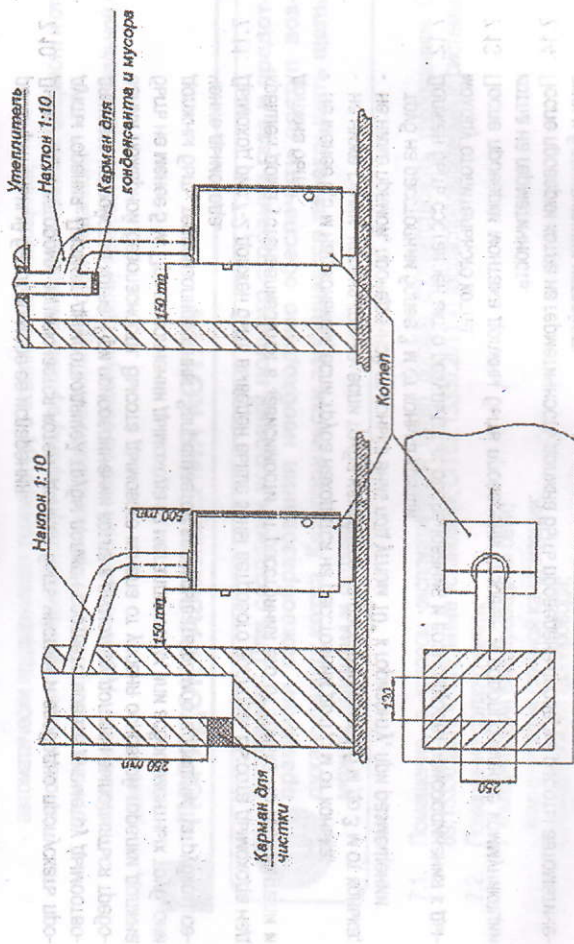

Рис. 7-1
- 7.4. Устройство дымохода, к которому подключается котел, должно соответствовать СП 60.13330.2020 «Отопление, вентиляция и кондиционирование воздуха». Примерная схема подключения котла к дымоходу показана на рис.7-1.